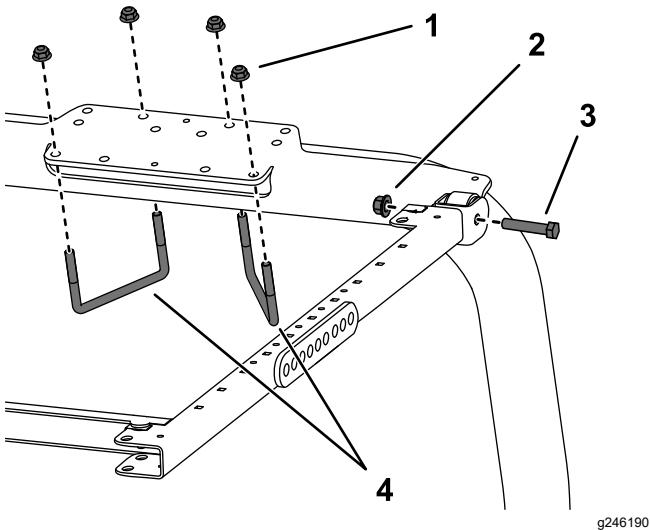

Рисунок 31
- Установите монтажный кронштейн ROPS на верхнюю часть защитной дуги тягового блока (Рисунок 31). Убедитесь в том, что защитная дуга находится в центральном положении в монтажных кронштейнах ROPS.
- Используя монтажные отверстия, показанные на Рисунок 31, прикрепите каждый монтажный кронштейн ROPS к верхней части